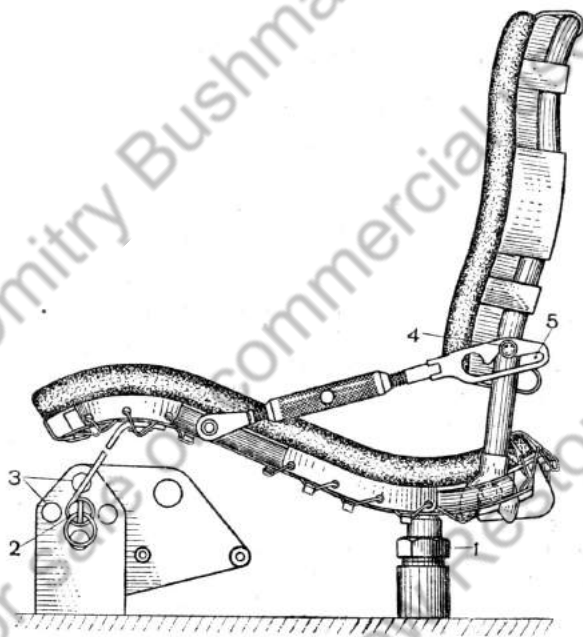

Рис. 267. Сиденье механика-водителя:
1. Переставив две чеки 2 (рис. 267) в отверстиях 3 кронштейнов, можно изменять положение передней части сиденья по вертикали и горизонтали.